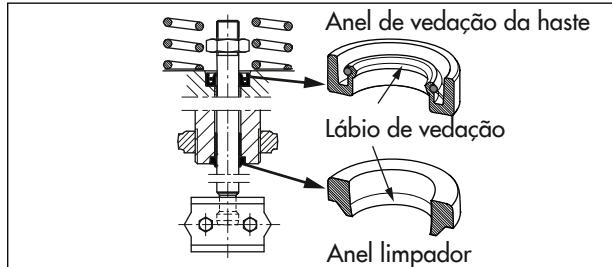

Fig. 19: Alinhamento do anel de vedação da haste e do anel limpador
6. Utilize uma ferramenta adequada para montar o anel de vedação da haste. Respeite o alinhamento correto do anel de vedação da haste (consulte a Fig. 19).
nhamento correto do anel de vedação da haste (consulte a Fig. 19).